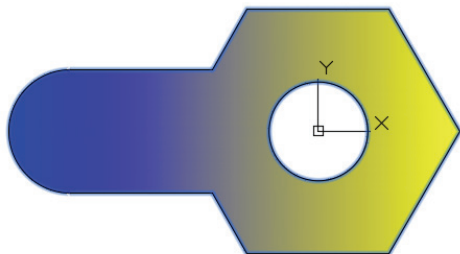

图 3-45 框选全部的图形
⑤ 在“边界”面板中单击“选择”按钮，接着在图形窗口中通过指定两个角点来选择全部的图形，此时渐变色填充效果如图 3-45 所示。